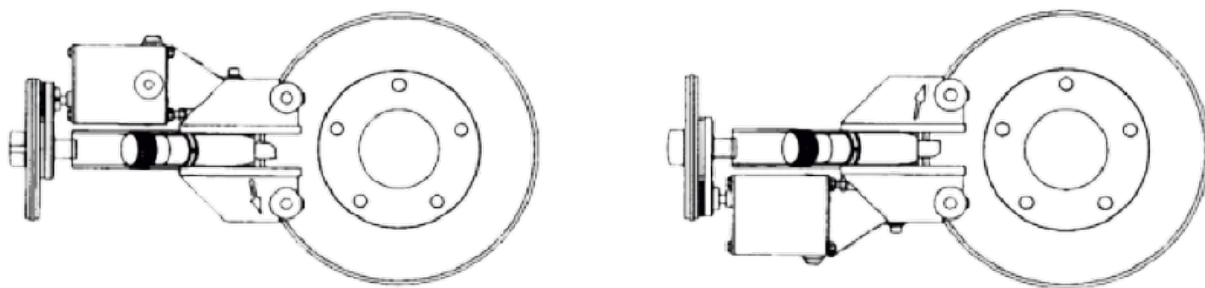

Рисунок 22
**7.5.2** При необходимости переверните блок проточки на  $180^\circ$  в вертикальной плоскости (рис. 22).
- При необходимости разверните блок проточки CL-801 на 180 градусов таким образом, что приводной блок окажется снизу (рис. 22)